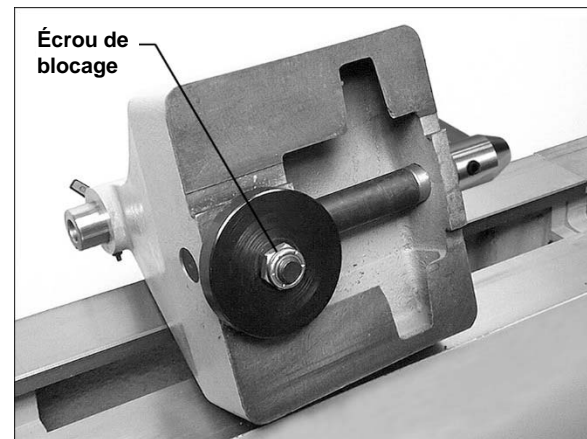

Figure 8-2 : Ajustement de came
Si la poupée fixe, la poupée mobile ou la base du support à outils ne sont pas correctement serrées contre le banc quand la poignée de verrouillage est serrée, ajuster comme suit. La figure 8-2 utilise la poupée mobile comme exemple.
2. Tourner la poupée mobile sur le côté, et serrer le contre-écrou avec une clé. Voir la Figure 8-2.